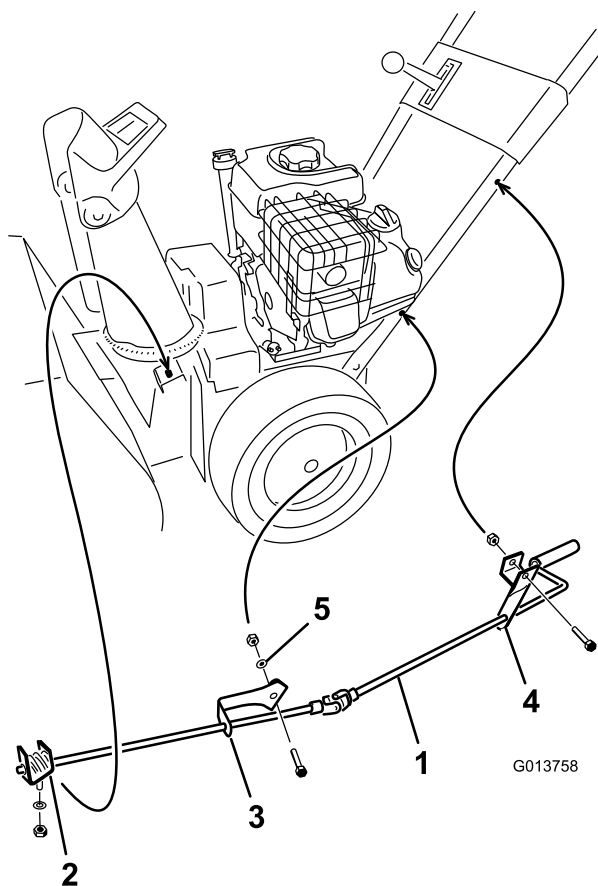

Figure 10
1. Fixez le support supérieur de l'éjecteur (assujetti à la tige d'orientation) au côté gauche du guidon avec un boulon et un contre-écrou (Figure 10).
- Fixez le support inférieur de l'éjecteur (assujetti à la tige d'orientation) au côté gauche du guidon avec un boulon, une rondelle bombée, une rondelle plate et un contre-écrou (Figure 10).
- Serrez les contre-écrous de fixation des 2 supports d'orientation de l'éjecteur (Figure 10).